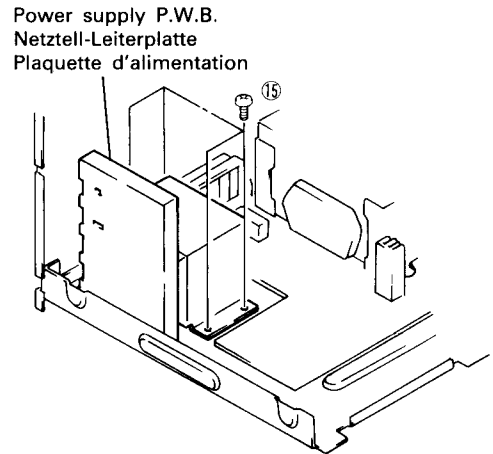

Fig. 8 Abb. 8
- Power Supply P.W.B. (Fig. 8)**
**11. Netzteil-Leiterplatte (Abb. 8)**
**11. Plaguette d'alimentation (Fig. 8)**